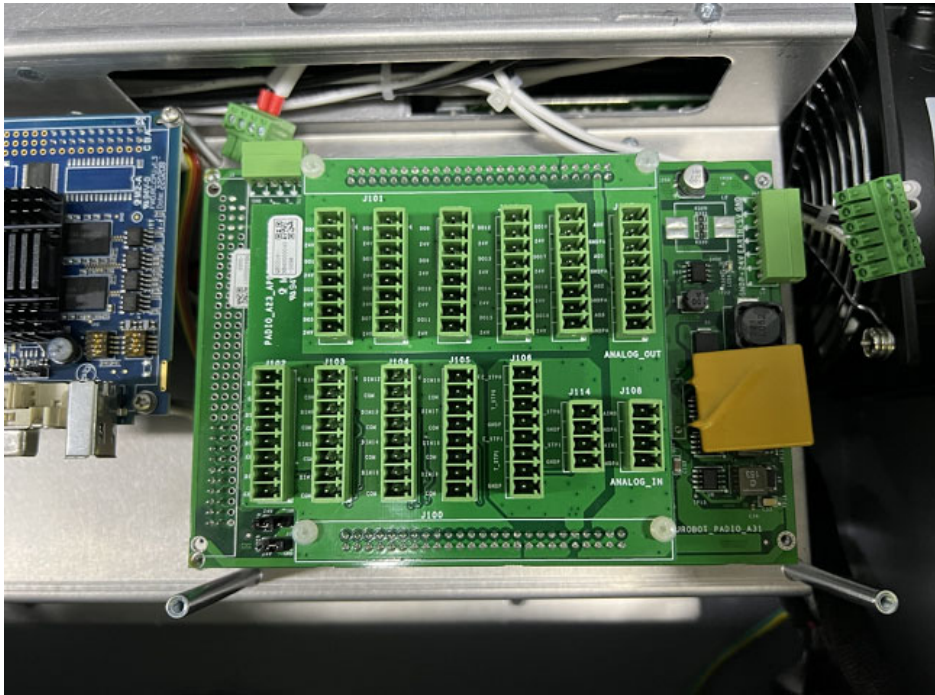

图 3-36：插入背部连接器
4. 将背部的两处连接器插入新 PAD IO 板中的相应位置，并将 PAD IO 放在钣金上，如图 3-36 所示；